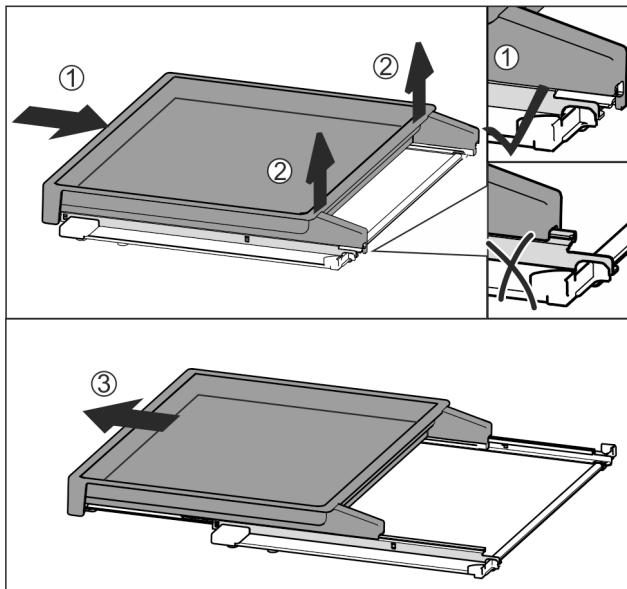

Fig. 96
- ▶ Introduzca por completo el estante extraíble Fig. 96 (1).
- ▶ Suelte el enganche en el lado trasero Fig. 96 (2).
- ▶ Retire el estante extraíble hacia delante Fig. 96 (3).